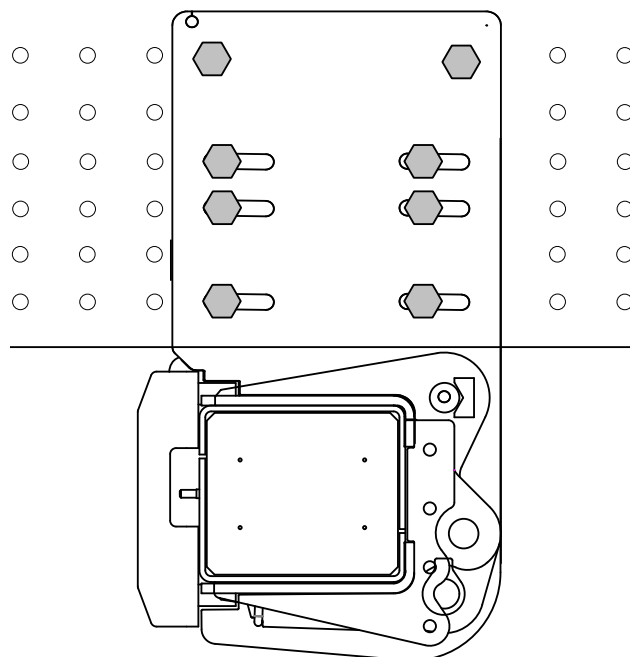

Abbildung 21. Montage der Rahmenbefestigung am Fahrzeugrahmen mit vorgebohrten Löchern
Siehe Abbildung 21.
19. Bohren Sie Löcher in den Fahrzeugrahmen für Befestigungsschrauben in jedes der zwei oberen runden Löcher der Befestigung. Verwenden Sie die passenden Schrauben (Festigkeit entsprechend M14 10.9 oder höher) und montieren Sie die dazugehörige Unterlegscheibe und Mutter an die Innenseite des Fahrzeugrahmens. Siehe Abbildung 21. Ziehen Sie die Schrauben mit einem Drehmomentschlüssel an. **Anzugsmoment: Standard für gewählte Schraube**